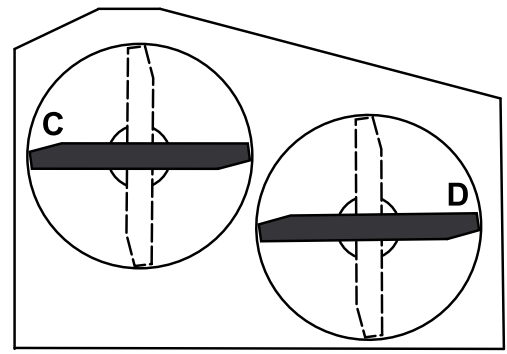

Figura 61
- Coloque las cuchillas en posición lateral. Mida en las posiciones **C** y **D** desde una superficie nivelada hasta el filo de corte de los extremos de la cuchilla (Figura 61).